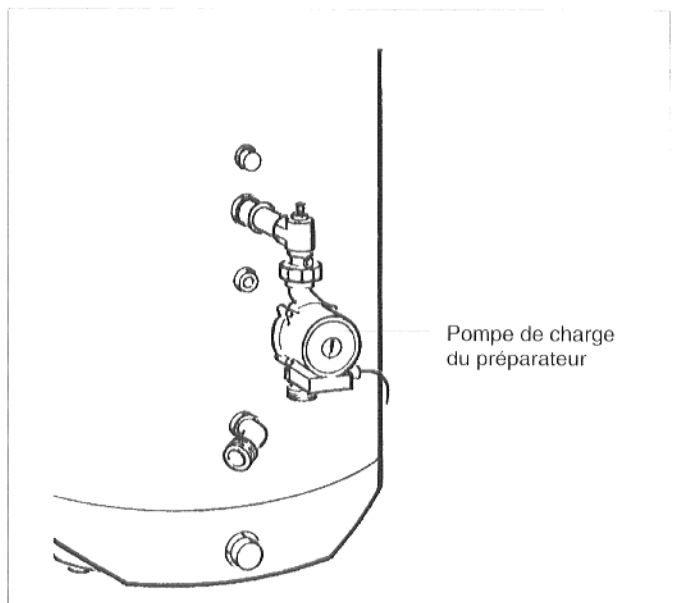

Fig. 5 : départ préparateur avec pompe de charge
- Mettre les joints d'étanchéité en place et visser la pompe de charge du préparateur, sens d'écoulement vers le haut, à la soupape de non-retour (fig. 5).